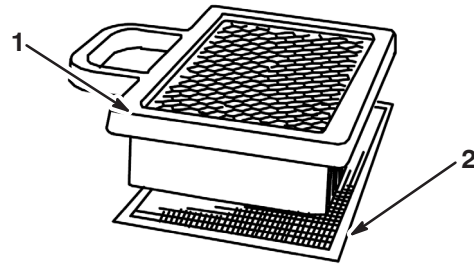

Figure 21
1. Lavez l'élément en mousse dans de l'eau chaude additionnée de savon liquide. Rincez soigneusement l'élément une fois propre (Fig. 21).
1. Tapotez doucement l'élément sur une surface plane pour faire tomber la poussière et la saleté (Fig. 21).
1. Placez les éléments en mousse et en papier dans le boîtier de ventilateur (Fig. 21).